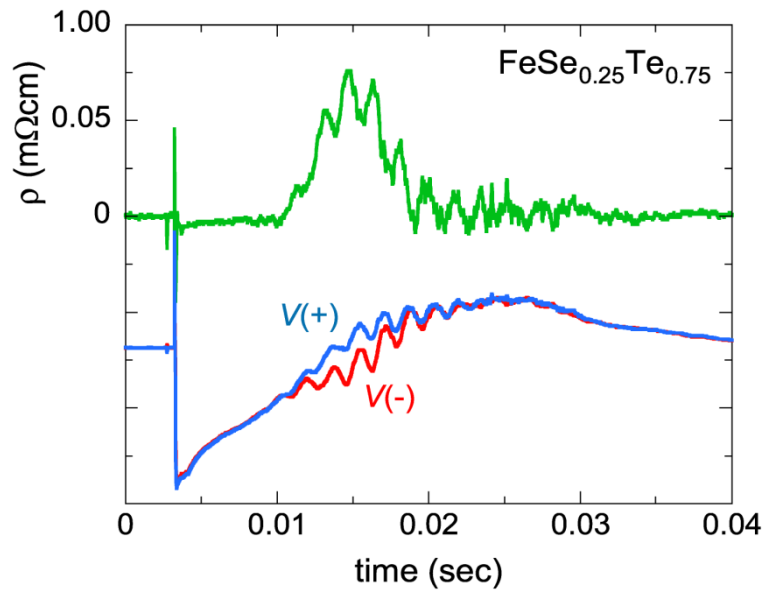

図 6 : dV_{\pm}/dt と dH/dt のデータ
- Memory 演算の電流が±それぞれの信号の誘導起電力・ノイズがシンクロしている (図 6) ため減法を行うことでそれらを取り除くことができる。